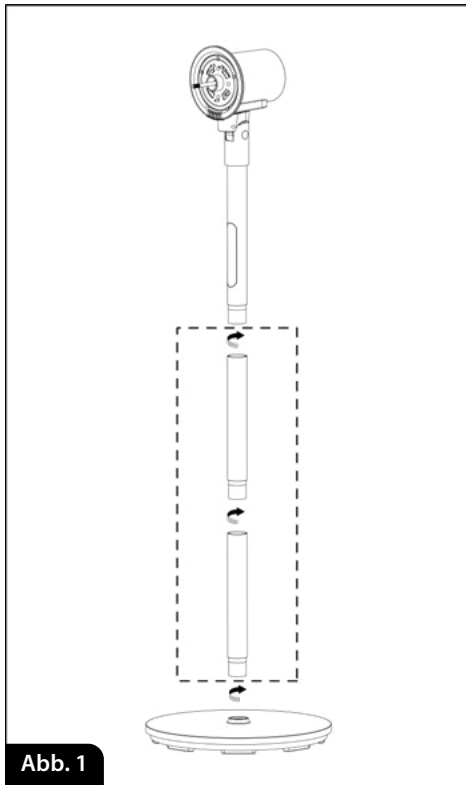

Abb. 1
1. Stellen Sie den Lüftersockel (10) auf eine ebene, ebene und trockene Oberfläche.
2. Schrauben Sie je nach bevorzugter Lüfterhöhe ein oder zwei Verlängerungsrohre (9) in den Lüftersockel (10) ein (Bild 1).
3. Dann schrauben Sie den Lüfterkopf mit dem Bedienfeld (8) auf das Rohr (9) (Abb.1).